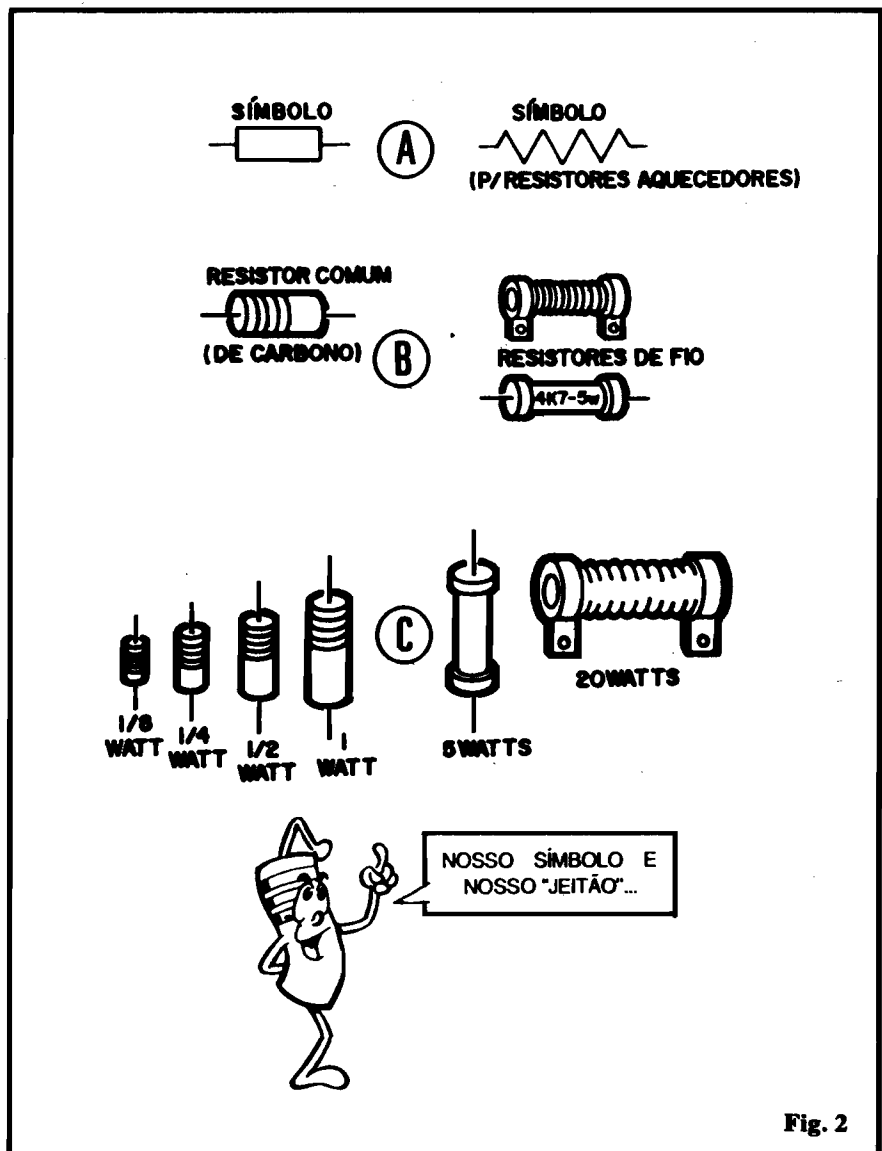

Fig. 2
- **FIG. 2** - Uma série de informações visuais IMPORTANTES sobre os RESISTORES, que **devem** ser bem assimiladas desde já:
- 2-C - A dissipação da potência consumida pelo componente (na forma de calor...) é, na prática, **diretamente proporcional ao tamanho** do RESISTOR. Assim, quanto maior a "wattagem", maior também o tamanho físico do RESISTOR (o mesmo ocorre, de maneira geral, com os demais componentes eletrônicos...). Observe, na fig. 2-C, a ordem crescente de tamanho, em função da dissipação. Inevitavelmente, resistores para "wattagens" elevadas (5, 10, 20 watts ou mais) são bem "taludos"... A maioria dos circuitos, contudo, trabalha sob baixas dissipações, usando, na prática, resistores para 1/8W até 1 ou 2W...